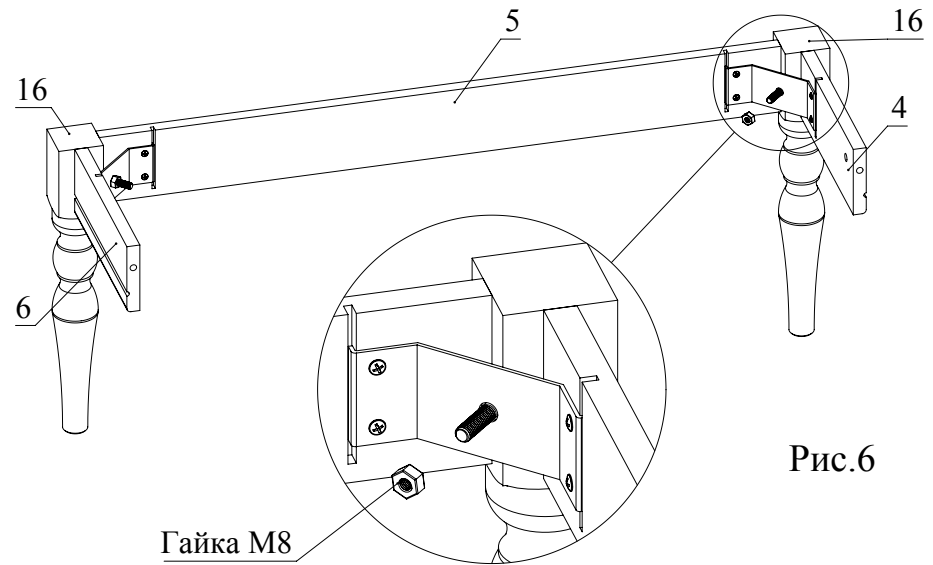

Рис.6
6. Прикрутить шурупами 3,5х16 Стяжки 475 к деталям № 4, 5, 6 (Рис. 6).
7. Установить опоры точеные 16 на детали 4, 5, 6. Зафиксируйте опоры при помощи гайки М8 ключем на 13 (Рис. 6).